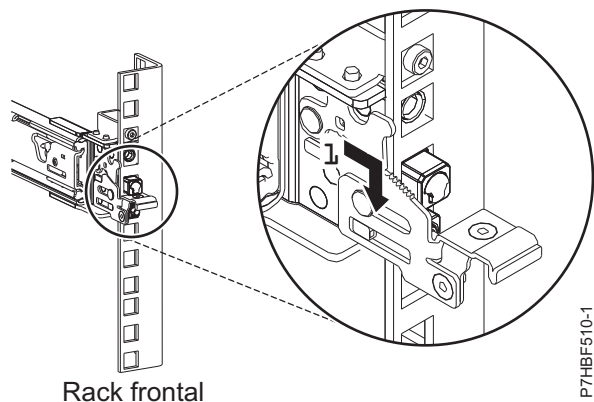

Figura 4. Pinos que são encaixados no trilho frontal do rack
4. Na frente do rack, insira três pinos na parte frontal do trilho nos orifícios na unidade EIA selecionada que foi marcada anteriormente. Abaixar o trilho deslizante (1) para encaixar o gancho no pino do meio. Para obter detalhes, consulte Figura 4.